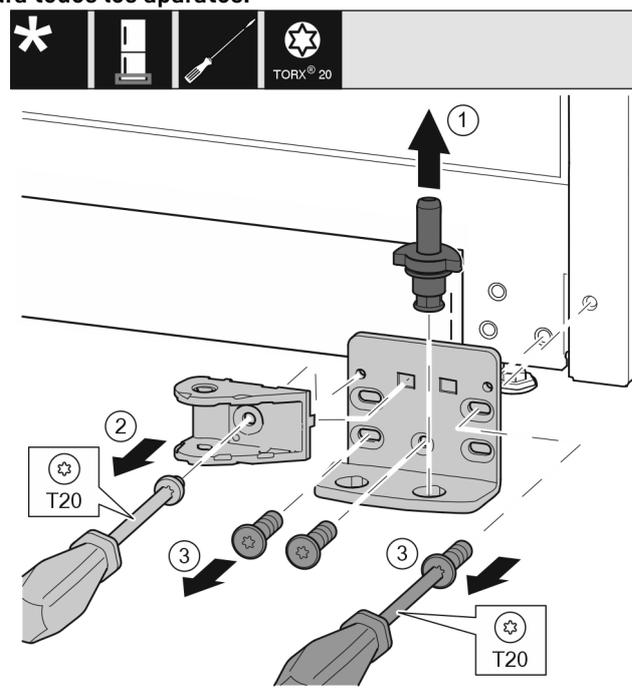

Fig. 34 *
- ▶ Extraiga el perno de cojinete completo hacia arriba. Fig. 34 (1)*
- ▶ Desenrosque el tornillo con el destornillador T20 y retire la conexión de amortiguador de cierre. *Fig. 34 (2)*
- ▶ Desenrosque los tornillos con el destornillador T20 y retire el soporte de cojinete. *Fig. 34 (3)**